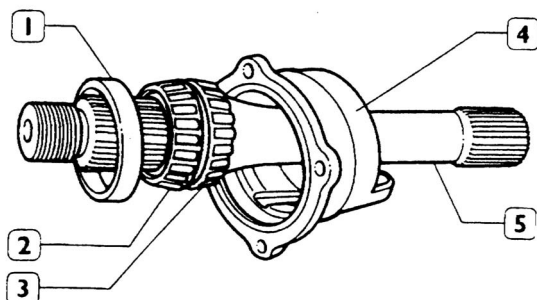

Figura 97
6. Remover la pista externa (1) del rodamiento (3, figura 97) del soporte (2) con un punzón apropiado.
7. Montar la pista externa (3) del rodamiento (3, figura 97) en la respectiva sede del soporte (4), utilizando una prensa y el colocador 99374093 (2). En el montaje, no clave la pista externa hasta el tope.